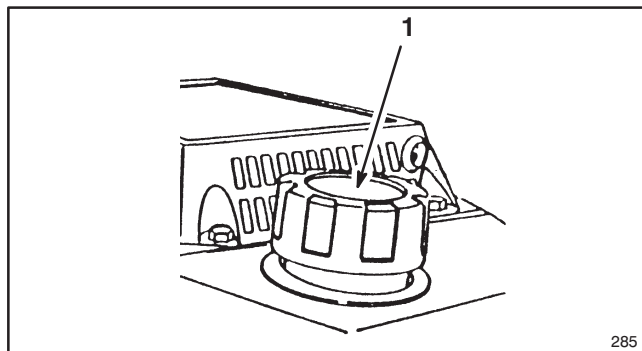

Figure 10
1. Nettoyer le pourtour de l'orifice de remplissage (Fig. 10) et retirer le bouchon. Ne pas remplir le réservoir complètement. Verser de l'essence sans